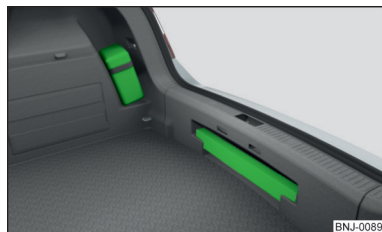
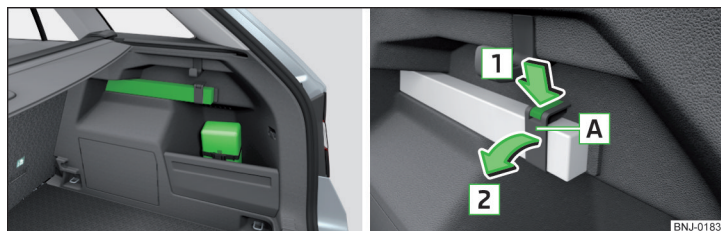

Fig. 175
Fig. 176 Førstehjælpkassens og advarselstrekan
Førstehjælpkassen fastgøres i højre side af bagagerummet med en sele » Fig. 175 eller » Fig. 176.
Advarselstrekanen kan skubbes ind i beklædningen i bagvæggen » Fig. 175.
Advarselstrekanen kan sættes ind i beklædning i højre side af bagagerummet og sikres med fastgørelsesbåndet » Fig. 176.
- Tryk låsemekanismen på båndet i pilens retning **1** » Fig. 176.